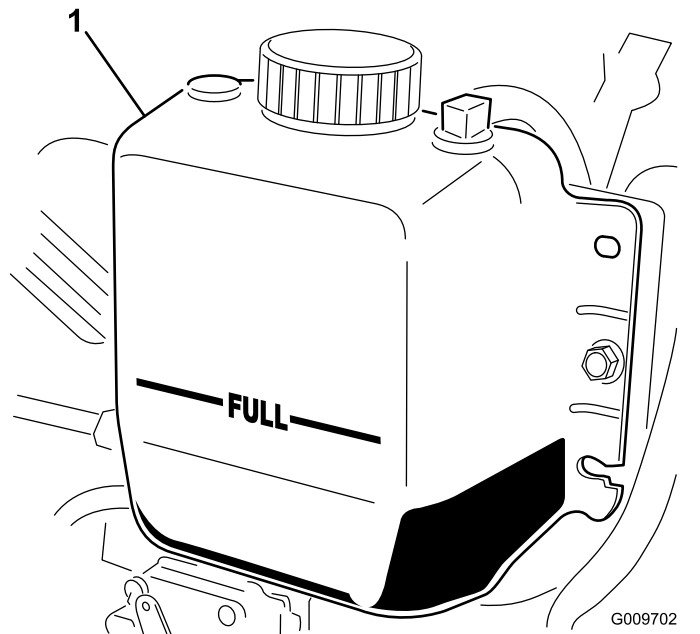

Figure 77
3. Vérifiez le niveau du liquide de refroidissement dans le radiateur. Le radiateur doit être rempli jusqu'en haut du goulot de remplissage et le vase d'expansion jusqu'au repère MAXIMUM (Figure 77).